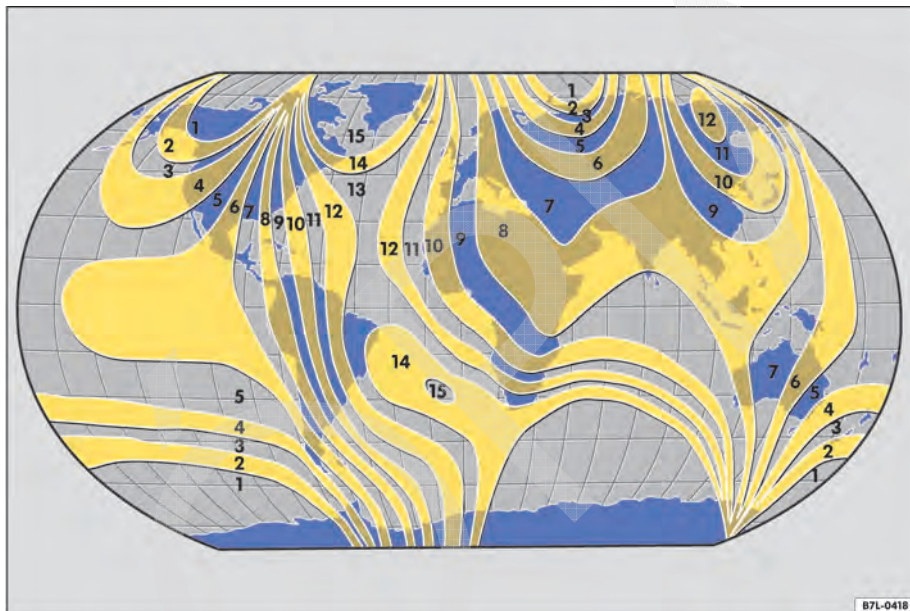

Fig. 15 Zonas da bússola.
- Selecionar a zona da bússola de acordo com o local atual ⇒ Fig. 15.